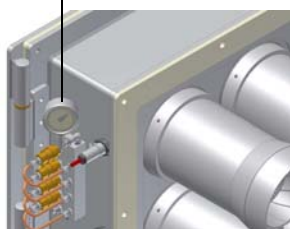

Рис. 19
- 10 Давление питания форсунки уже отрегулировано заранее на заводе-изготовителе и не должно изменяться. Только в случае необходимости, отрегулировать давление питания (см. соответствующий параграф) следующим образом: установить манометр в положение, указанное на Рис. 19, воздействовать на регулировочный винт **VR** насоса (см. Рис. 18) до получения на форсунке давления в 20 бар (форсунки Vergonzo - см. график на Рис. 13);